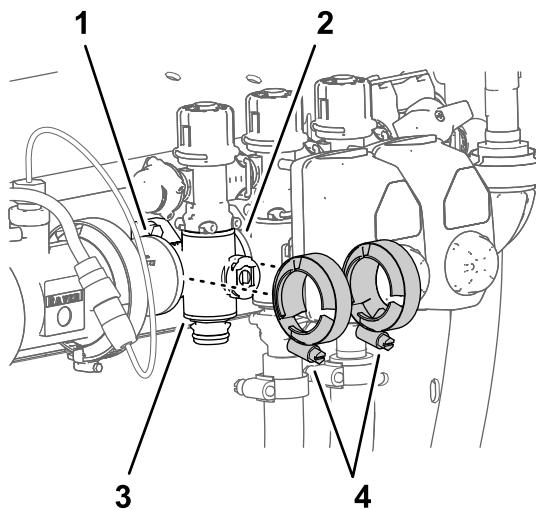

Bild 111
3. Entfernen Sie die zwei Flanschklemmen, mit denen das Abschnittverteilerventil an den Flanschen der danebenliegenden Komponenten befestigt ist (Bild 111).